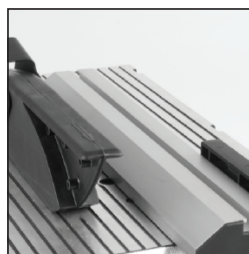

FIG. 22
- Stringere le due viti a croce con la guida nella posizione richiesta. **(Fig. 22)**